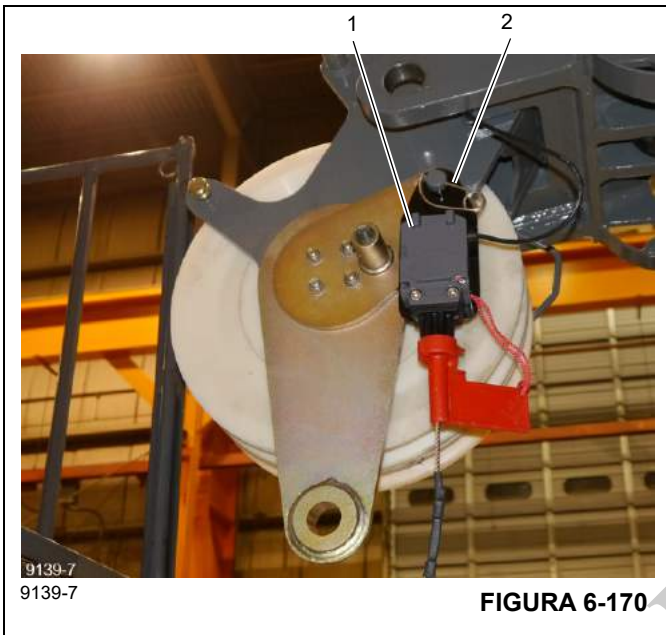

FIGURA 6-170
3. Retire la pinza (2), (Figura 6-170), que asegura el interruptor de prevención del contacto entre bloques (1), (Figura 6-170), al pasador, luego retire el interruptor de prevención del contacto entre bloques.
19. Instale el interruptor de prevención del contacto entre bloques (1), (Figura 6-170), en el pasador y asegúrela con una pinza de retención (2), (Figura 6-170).